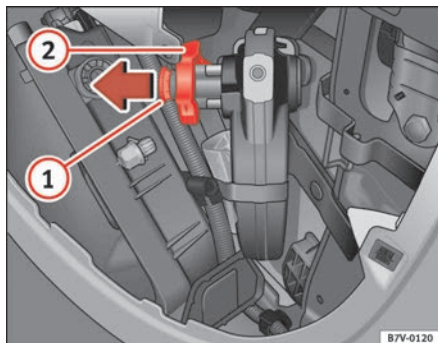

Abb. 135 Unterbringung der Anhängervorrichtung
- Schließen Sie das Schloss, mit Hilfe des Schlüssels ⇒ Abb. 135 **1** im Uhrzeigersinn auf.